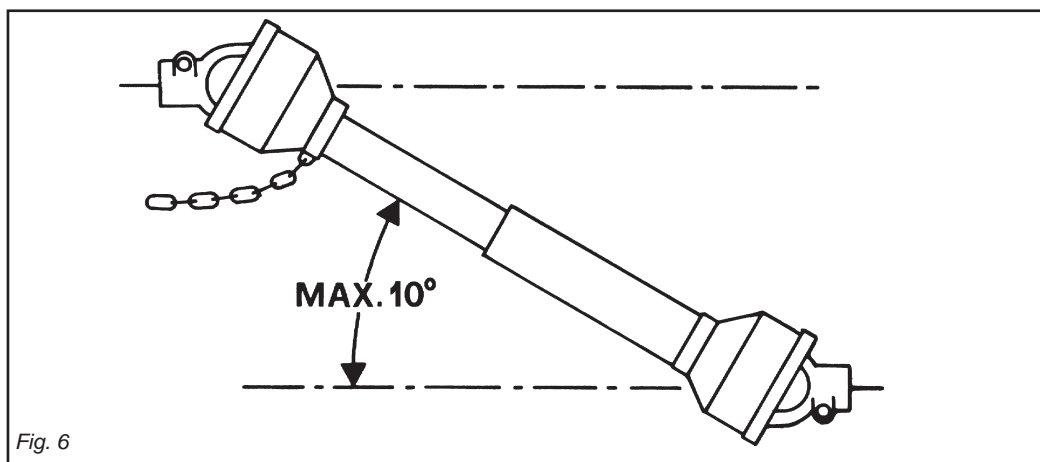

Fig. 6
- 40) Disinserire, sempre, la presa di forza quando l'albero cardanico fa un angolo troppo aperto (mai oltre i 10 gradi - Fig. 6) e quando non viene usata.
- 40) *Always disengage the pto when the cardan shaft is set at an excessively open angle (never beyond 10 degrees - Fig. 6) and when it is not in use.*
- 40) Débrayez toujours la prise de force quand l'angle de l'arbre à cardans est trop ouvert (jamais plus de 10 degrés Fig. 6) et lorsque vous ne devez pas l'utiliser.
- 40) *Die Zapfwelle immer ausschalten, wenn die Gelenkwelle einen zu großen Winkel einnimmt (nie über 10 Grad - Abb. 6) und wenn sie nicht gebraucht wird.*
- 40) Desactivar, siempre, la toma de fuerza cuando el árbol cardánico hace un ángulo demasiado abierto (nunca superar los 10 grados - Fig. 6) y cuando no la usamos.